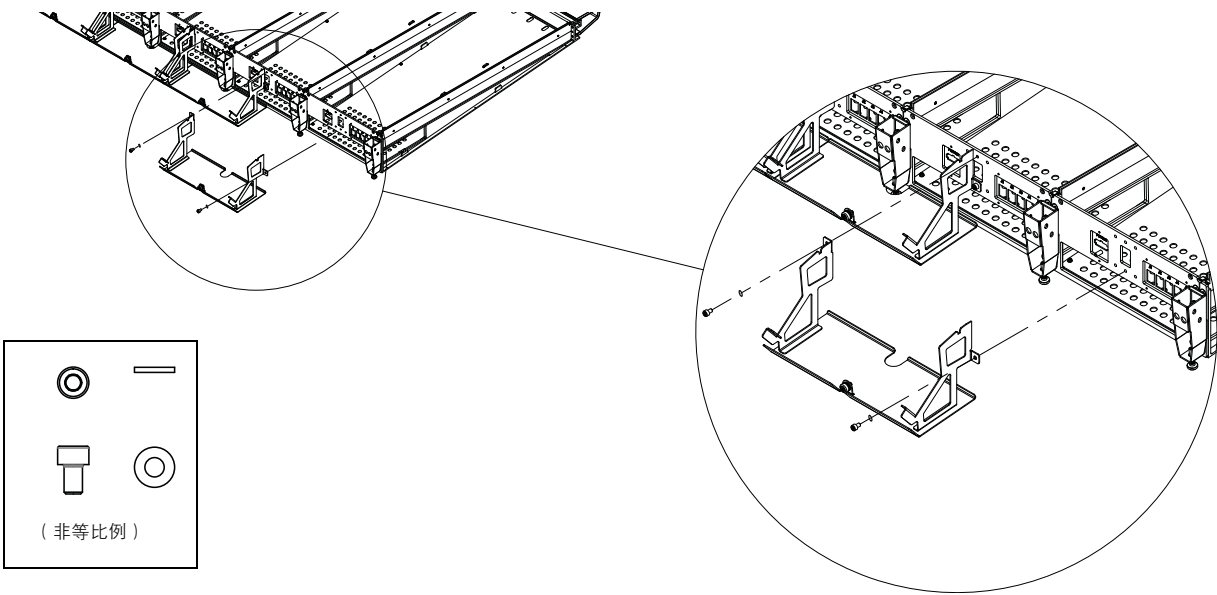

图 28 装配后面板安装支架
- 2 站在机架后端，然后从最左侧开始，使用六角紧固件和垫圈将后面板支架装配到前两个盒架的后垫板上。图 28 显示了如何将其装配到盒架上。